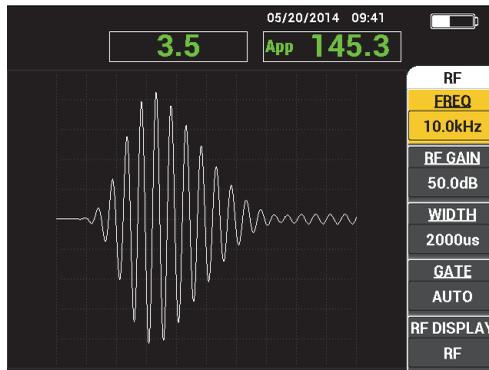

Figura 5-4 Menú principal del modo PC (RF)
Los siguientes parámetros pueden ser ajustados en el menú principal del modo PC (RF) [ver la Figura 5-4 en la página 87]: